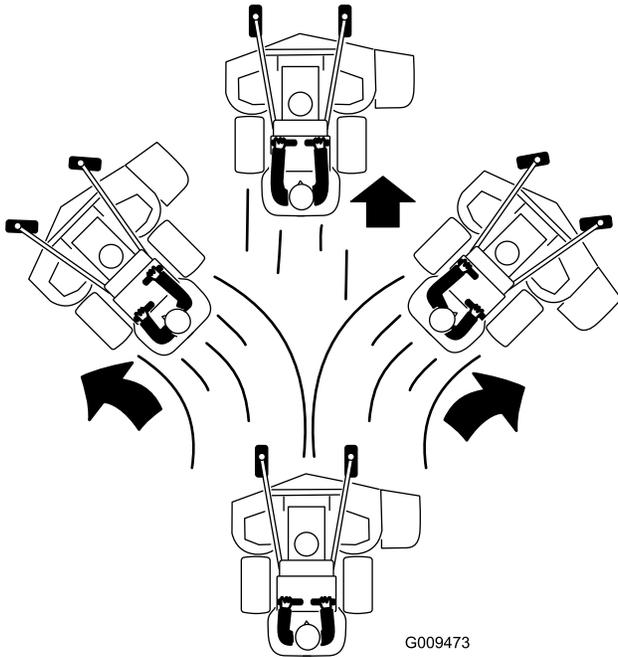

Figura 22
3. Empurre lentamente as alavancas de controlo de movimento para a frente (Figura 22).